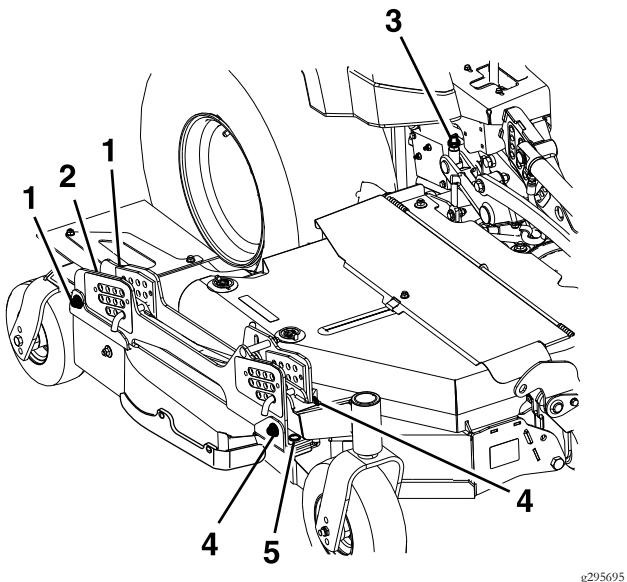

Figure 64
3. Sur les tabliers latéraux gauche et droit, la hauteur de la lame peut s'ajuster grâce à des points de réglage avant et arrière. Pour régler la hauteur d'une lame latérale, commencez par desserrer les écrous de fixation des supports de hauteur de coupe avant et arrière. Il y a quatre emplacements – deux de chaque côté du profilé (voir Figure 64).
- Si le tablier est trop bas, serrez le boulon de réglage de hauteur avant (repère 5, Figure 64) en tournant l'écrou inférieur dans le sens horaire.
- Si le tablier est trop haut, desserrez le boulon de réglage de hauteur avant (repère 5, Figure 64) en tournant l'écrou inférieur dans le sens antihoraire. Ajustez précisément les dispositifs de réglage arrière au besoin.
Réglez la hauteur de la roue arrière (repère 2, Figure 64) de sorte qu'elle touche légèrement le sol, avec une pression minimale.
4. Mesurez l'arrière des lames latérales. Si l'une ou l'autre présente une inclinaison de moins de 1,5 mm (1/16 po), élévez l'arrière du tablier en serrant les réglages arrière gauche et droit (repère 3, Figure 64) jusqu'à ce que les quatre lames présentent une inclinaison minimale de 1,5 mm (1/16 po). Réglez de nouveau les roues arrière latérales de sorte qu'elles touchent légèrement le sol, avec une pression minimale. Serrez les quatre
points de fixation des supports arrière (repère 1, Figure 64).